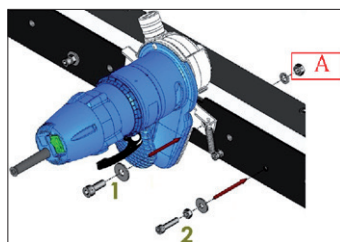

Abb. 9
- Stellen Sie sicher, dass der Klingenhalter nicht mit Schraube 1 festgezogen ist und durch den Halter bewegt werden kann. Ziehen Sie dann die Sicherungsmutter A auf der anderen Seite der Halterung fest (Abb. 9).
- Ziehen Sie die 4 Schrauben (2) fest an der Seite der Arbeitsplatte an (Abb. 9). Ziehen Sie sie fest, um das Führungslinial senkrecht zum Arbeitstisch auszurichten.